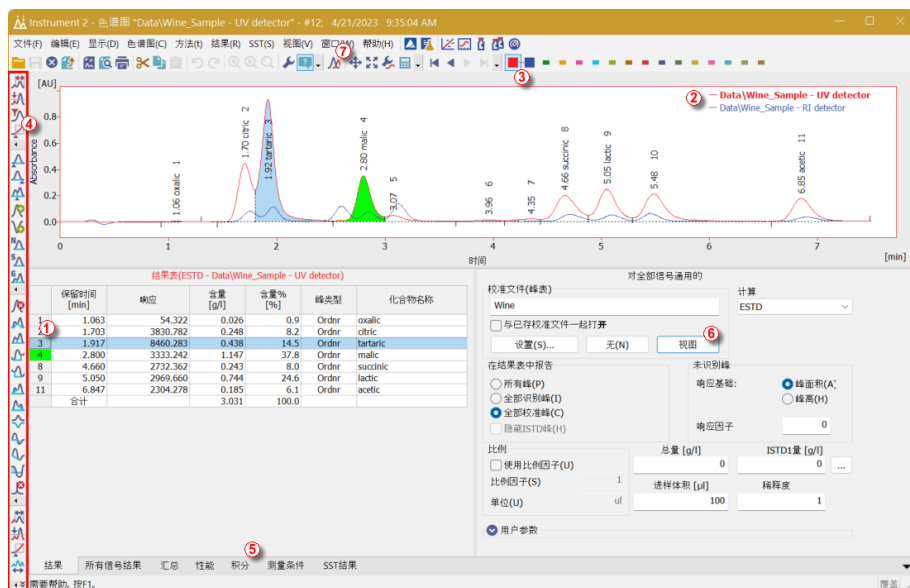

图14: 色谱图窗口
- 可同时显示多个色谱图。需要切换到重叠模式可通过以下方式: 在重叠工具栏(⑦ 在第23页第图14.), 点击重叠按钮, 接下来在菜单栏中选择文件-打开色谱图或点击打开色谱图图标。现在可以在打开色谱图对话框中选择要打开的多个文件。您可以再次单击重叠按钮以关闭所有色谱图, 但当前选定的色谱图除外。